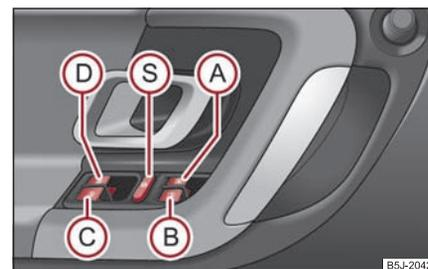

Abb. 43 Tasten in der Fahrertür
Die Tasten für die einzelnen Fenster befinden sich im Bedienteil in der Fahrertür ⇒ Seite 49, Abb. 43, Beifahrertür und in den hinteren Türen*.
Sie können durch Drücken des Sicherheitsschalters  ⇒ Seite 49, Abb. 43 die Tasten der Fensterheber in den hinteren Türen außer Funktion setzen. Durch wiederholtes Drücken des Sicherheitsschalters  sind die Tasten der Fensterheber in den hinteren Türen wieder in Funktion.
- Werden auf den Rücksitzen Kinder befördert, wird empfohlen, die elektrischen Fensterheber der hinteren Türen außer Funktion zu setzen (Sicherheitsschalter)  ⇒ Seite 49, Abb. 43.